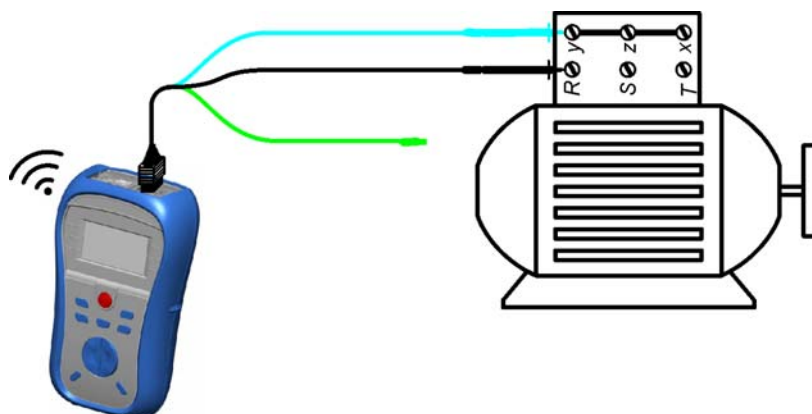

Рисунок 5.6: Подключение 3-проводного измерительного кабеля
- ❑ **Подключите** измерительный кабель к прибору и к испытываемому объекту (см. рисунок 5.6).